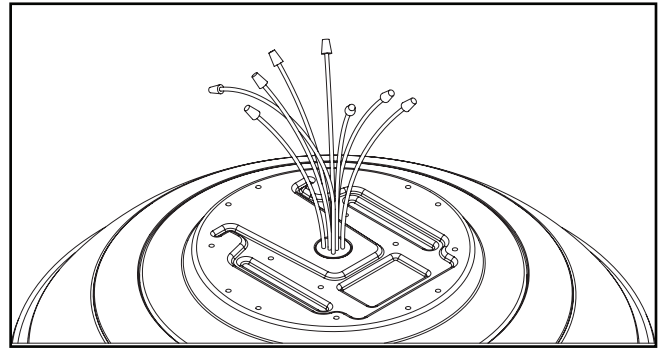

Figura 4. Imagen de la luminaria con cables UL924
1. Haga un suplemento de conexiones eléctricas. (Figura 4)